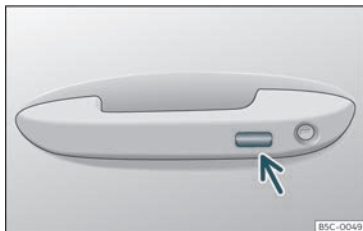

Fig. 93 Maniglia della porta: superficie sensibile.
cuni secondi sulla superficie sensibile di blocco >>> **fig. 93** (freccia) della maniglia della porta per chiudere i finestrini e il tettuccio*. Se si smette di toccare la superficie sensibile si interrompe la funzione di chiusura.
- Tenere un dito per alcuni secondi sulla superficie sensibile di blocco >>> fig. 93 (freccia) della maniglia della porta per chiudere il tettuccio. Se si smette di toccare la superficie sensibile si interrompe la funzione di chiusura.